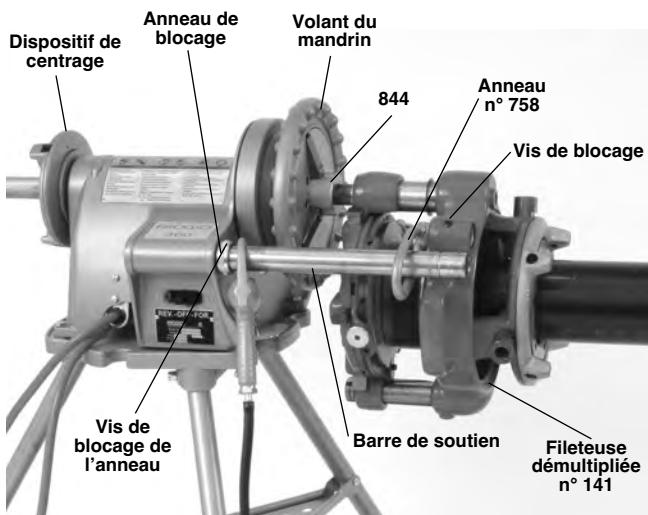

Figure 13 – Fileteuse démultipliée modèle 141 en montage direct sur système d’entraînement
3. **Modèle 141** – Desserrez la vis de blocage du bossage de montage des accessoires de la fileteuse démultipliée. Engagez l’anneau n° 758 dans le bossage et serrez la vis de blocage pour l’arrimer. Amenez la barre de soutien côté commutateur à travers l’anneau n° 758, puis serrez son anneau de blocage pour la tenir en position (*Figure 13*).